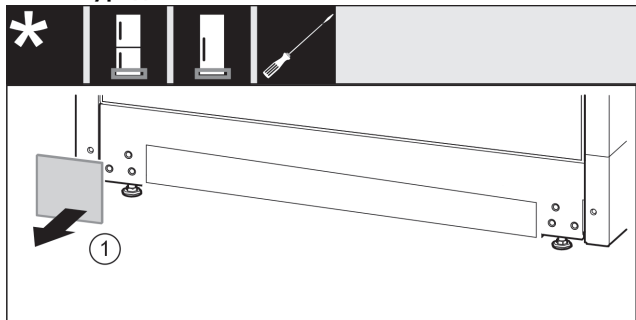

Fig. 35
- ▶ Свалете капака. Fig. 35 (1)